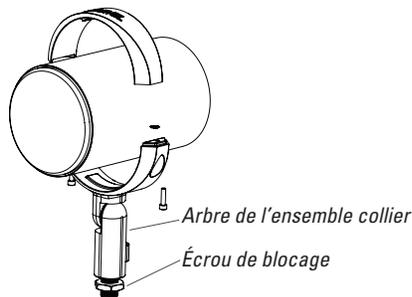

Figure 3
2. Vissez l'arbre fileté de l'ensemble collier/enceinte sur le support de montage. Après l'orientation dans la direction souhaitée, serrez le contre-écrou avec une clé (non fournie) pour bloquer la position (voir la figure 3).